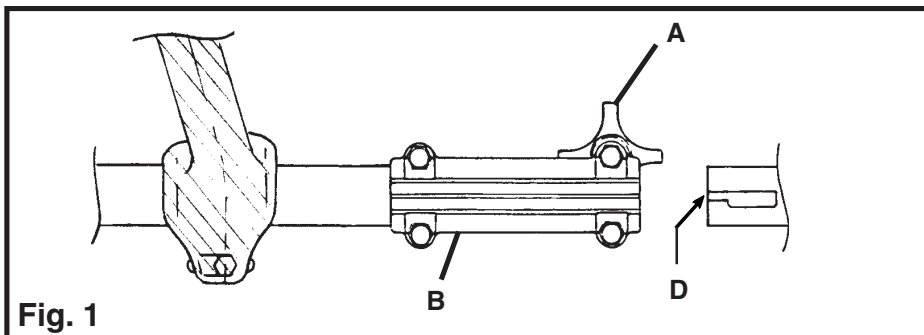

Fig. 1
2. Position the slot (D) of the lower tubes as shown in Figure 1 and slide the lower unit into the coupler until the tubes of the power unit and the lower unit solidly meet inside the coupler. Rotate lower tube to lock in place. By looking in the slot (E) (Figure 2) on the top, see that both tube ends are abutted together before re-tightening the knob. The inner drive shafts will align themselves.
- Loosen the knob (A).
2. Mettre la fente (D) des tubes inférieurs comme montré dans la Figure 1 et faire glisser le dispositif inférieur dans le coupleur jusqu'à ce que les tubes moteurs et entraînés se rencontrent à l'intérieur du coupleur. Tourner le tube inférieur pour le bloquer en place. En verrouillant la fente (E) (Figure 2) en haut, vérifier que les deux extrémités de tube soient l'une contre l'autre avant de resserrer la poignée. Les tubes internes s'alignent automatiquement.
- Desserrer la poignée (A).